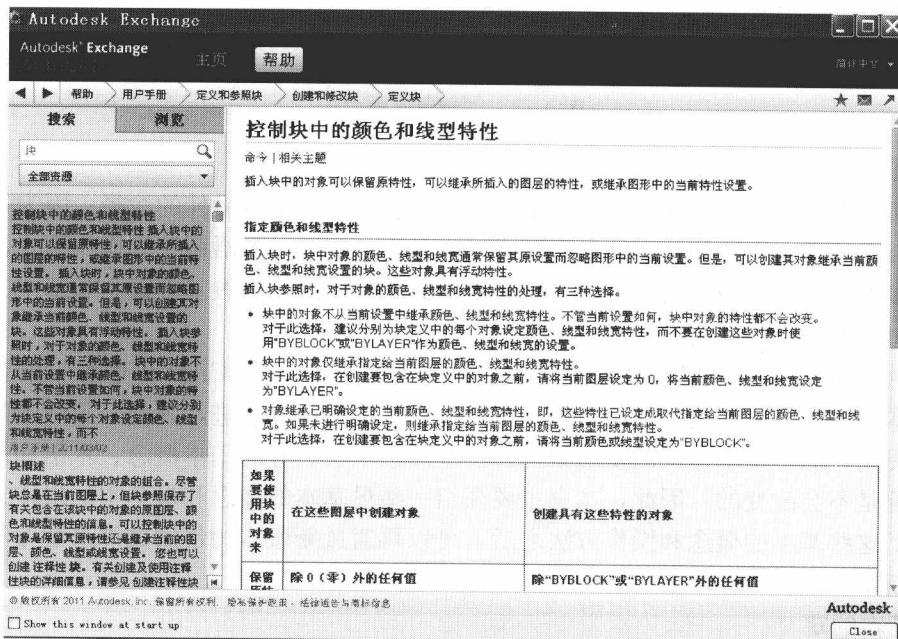

图 0-3 “索引”的界面
(1) 搜索。AutoCAD 帮助文件中搜索是按内容的“关键字”来查找的，它与成语辞典中的索引非常相似，将每条成语的字头作为索引的排列顺序，这就为查找提供了方便。假设要查找“块”操作的相关内容，就以“块”为关键字。首先打开“帮助”窗口左侧的“索引”选项卡，在“键入要查找的关键字”文本框内输入“块”，按 Enter 键，就会得到与块相关主题列表。双击“块”所在行，系统会弹出“已找到的主题”对话框。选择要了解的内容并单击“显示”按钮，“已找到的主题”对话框关闭，“帮助”窗口右侧会给出相应的内容。图 0-3 所示为选择了“块定义”对话框。